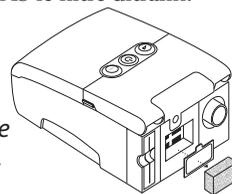

FIGURE 7-1
2. Retirez le(s) filtre(s) du boîtier en appuyant doucement au centre et en tirant dessus pour le(s) de l'appareil, comme le montre la Figure 7-1.